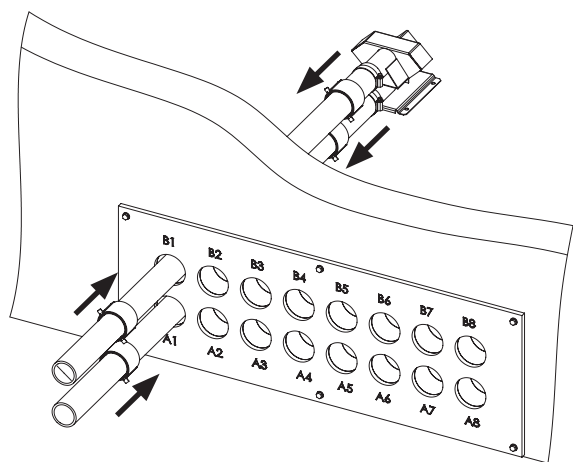
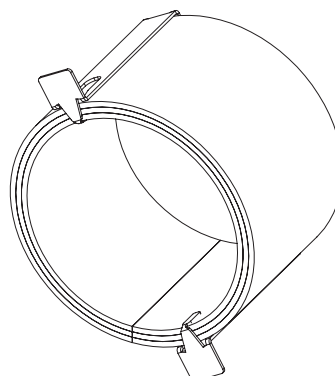

Fig. 42 Inserimento dei manicotti antincendio
Fig. 43 Manicotto antincendio
- ▶ Introdurre il manicotto antincendio sul tubo flessibile e spingerlo nella paratia antifiamma. Per ogni tubo flessibile deve essere montato un manicotto antincendio interno ed esterno – Fig. 42, Fig. 43.